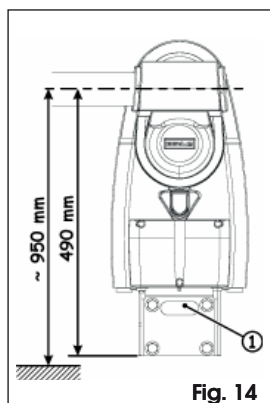

Fig. 14
En la aplicación en la pared, los cables eléctricos pueden empotrarse en la pared, de modo que salgan por el bolsillo (Fig. 14 ref. ①), o bien pueden ser externos, utilizando para ello tubos o vainas apropiados. Para establecer la posición de los cables consulte el capítulo 4.3.1.
- Para hallar la posición de la brida tenga presente la cota indicada en la Fig. 14. Se aconseja instalar el automatismo de modo que la barra esté a aproximadamente un metro de altura del terreno.